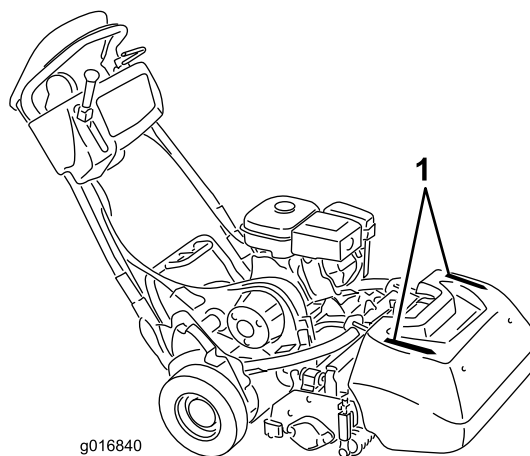

Figura 25
- Para lhe permitir cortar em linha recta ao longo do relvado, e manter a máquina à mesma distância da extremidade do corte anterior, use as tiras de alinhamento existentes no cesto (Figura 25).